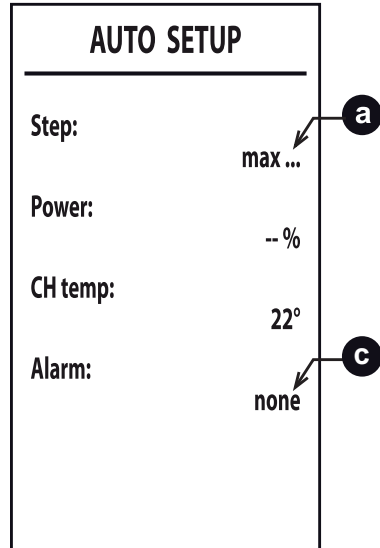

fig. 37
- 5 Después del encendido, el quemador se pone en modo calefacción a las distintas potencias (max, med, min) indicadas por el punto **a** (*fig. 37*). Si la eliminación del calor de la instalación no es suficiente para hacer terminar el procedimiento, se puede activar una demanda de ACS **solo después de que se haya encendido el quemador**.
- 7 Si la secuencia de encendido descrita en el punto "6" no termina correctamente, se visualiza el mensaje **max\_err** en el punto **a** **c** (*fig. 37*).